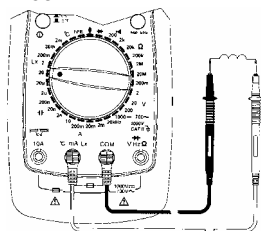

Рисунок 9
- (1) Вставьте штекер черного щупа в гнездо **COM**, а красного в гнездо **Lx**.
- (2) Установите поворотный переключатель в положение требуемого диапазона измерения индуктивности **Lx**. Подключите щупы, как показано на рис. 9.
- (3) Если на дисплее Вы увидите только символ "0L", это означает состояние перегрузки, и следует выбрать больший диапазон измерения.
- (4) Прочитайте на ЖК-дисплее показание результата измерения.